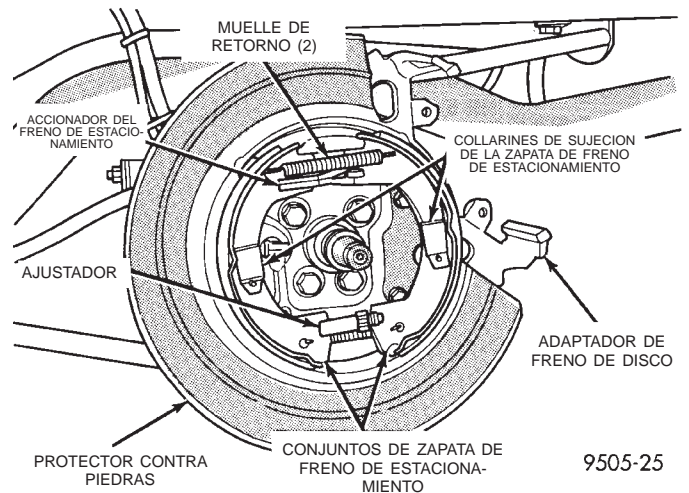
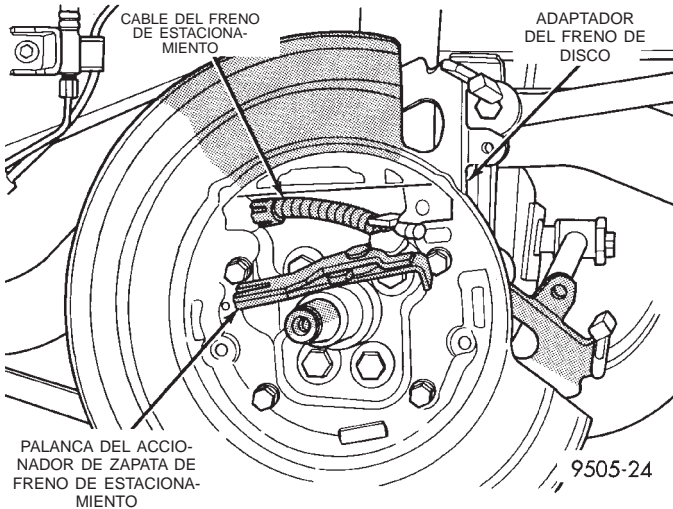
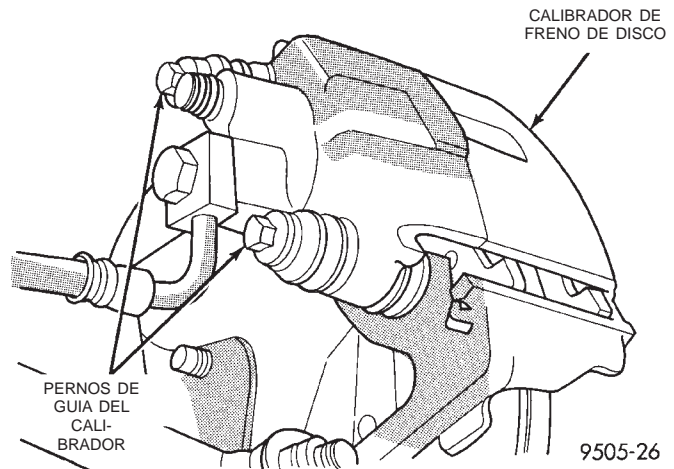

Fig. 150 Conjuntos de zapata de freno de estacionamiento
Fig. 151 Palanca del accionador del freno de estacionamiento
Fig. 156 Pernos de guía del calibrador trasero
(19) En los vehículos que tienen instalados frenos traseros de disco, retire los conjuntos de zapata de freno (Fig. 150) del adaptador de freno de disco trasero. Luego retire la palanca de mando del freno de estacionamiento (Fig. 151) del cable del freno de estacionamiento.
(5) **En los vehículos que tienen instalados frenos traseros de disco**, instale la palanca del accionador de zapatas del freno de estacionamiento (Fig. 151) en el cable de dicho freno. Luego instale los conjuntos de zapatas del freno de estacionamiento en el adaptador del freno de disco (Fig. 150).
(6) Instale el conjunto de maza/cojinete en el vástago trasero. Luego instale una tuerca de retén **NUEVA** en el conjunto de maza/cojinete trasero. Apriete la tuerca de retén del conjunto de maza/cojinete con una torsión de 217 N·m (160 libras pie).
(7) Instale la tapa guardapolvo del conjunto de maza/cojinete con un martillo de metal blando.
(8) En los vehículos que tienen instalados frenos de tambor, instale el tambor de freno trasero en el conjunto de maza/cojinete. En los vehículos que tienen instalados frenos traseros de disco, instale el rotor en el conjunto de maza/cojinete.
(9) En los vehículos que tienen instalados frenos de disco, instale el calibrador del freno de disco en el adaptador de dicho freno. Instale los 2 pernos de guía del calibrador (Fig. 156) y apriételos con una torsión de 22 N·m (192 libras pulgada). Para informarse sobre el procedimiento de instalación del calibrador requerido, consulte Servicio del freno de disco trasero, en este grupo del manual de servicio.